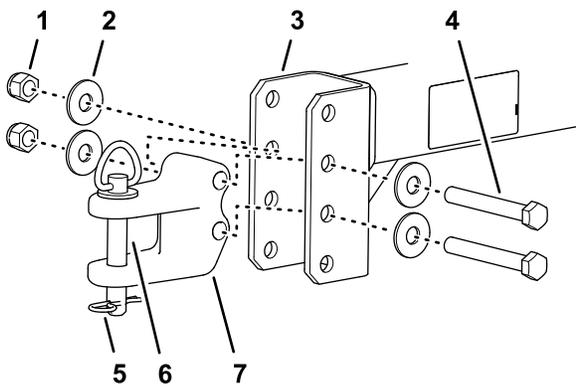

图6
1. 调整挂钩 U 形销相对于牵引杆的位置使牵引杆与主机的拉杆齐平图6。
- 用 2 个平头螺丝、4 个垫圈和 2 个锁紧螺母将挂钩 U 形销安装到牵引杆上 图6。
- 用挂钩销和发卡销将挂钩固定至拉杆 图6。